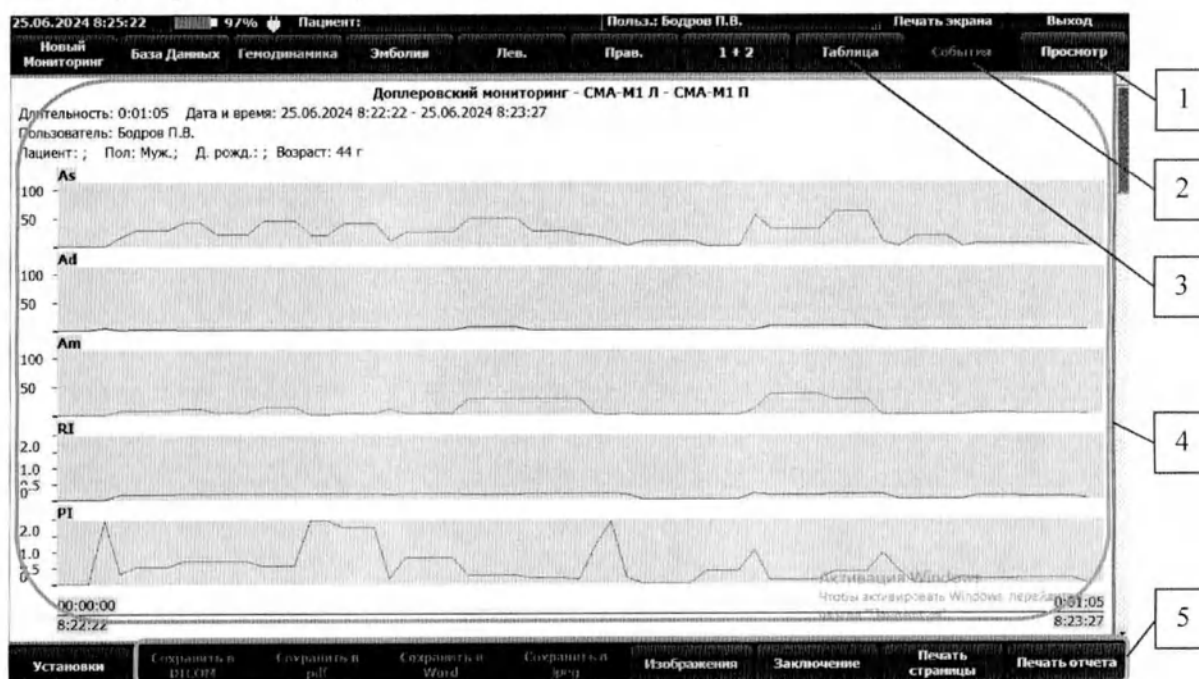
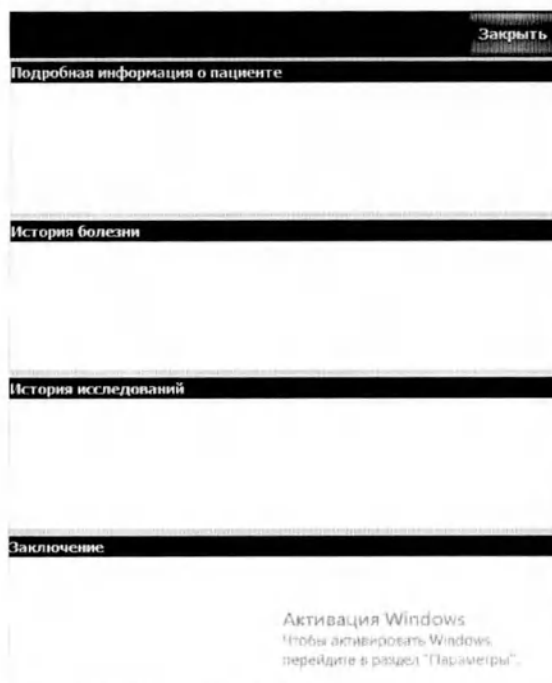

Рисунок 2.33 – Окно «Гемодинамика» в режиме «Отчет»
Рисунок 2.36 – Окно «Заключение»
При нажатии кнопки «Гемодинамика» в режиме «Отчет» откроется окно «Гемодинамика» (см. рисунок 2.33).
Для возвращения к режиму «Просмотр» нажмите кнопку «Просмотр» (см. рисунок 2.33, позиция 1).
При нажатии кнопки «События» (см. рисунок 2.33, позиция 2) отобразятся эпизоды эмболических событий.
При нажатии кнопки «Таблица» (см. рисунок 2.33, позиция 3) в отчет (окно вывода результатов) добавляется/удаляется таблица со списком всех зарегистрированных событий с их данными.
В окне вывода результатов (см. рисунок 2.33, позиция 4) отображаются результаты исследования (отчет), которые можно будет в дальнейшем экспортировать. В окне «Гемодинамика» в режиме «Отчет» могут отображаться следующие виды результатов:
- автоматически сформированный отчет о гемодинамике в виде тренда (см. рисунок 2.33, позиция 4);
Функциональная панель (см. рисунок 2.33, позиция 5) содержит кнопки для сохранения и печати отчета (описание см. в п. 2.3.4.5.3), кнопку «Изображения» и «Заключение».
Для формирования заключения нажмите кнопку «Заключение» (см. рисунок 2.33, позиция 5) – откроется окно «Заключение» (см. рисунок 2.36).